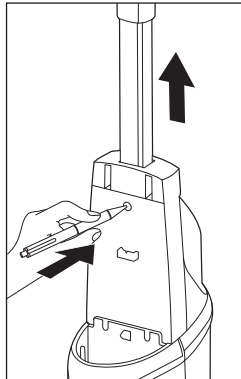

Fig. 2
► Lorsque vous souhaitez retirer à nouveau la partie portable **1** de l'appareil, vous devez commencer par sortir le réservoir d'eau fraîche **11** de l'appareil, pour accéder à l'encliquetage de la partie portable **1** (voir le chapitre **Remplir le réservoir d'eau fraîche**). Une fois le réservoir d'eau fraîche **11** retiré, appuyez sur l'encliquetage de la partie portable **1** à l'aide d'un objet pointu pour l'éloigner de l'orifice d'encliquetage. Vous pouvez ensuite retirer à nouveau la partie portable **1** de l'appareil (voir fig. 2).